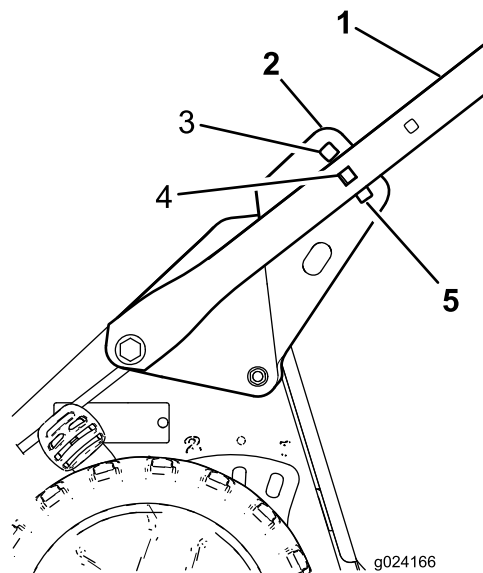

Figure 5
- Tenez-vous derrière la machine à la position d'utilisation pour déterminer quelle hauteur du guidon vous convient le mieux (Figure 5).